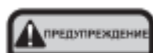

Рис. 1-13 Схема неправильного подъема и опускания из машины
- Только когда каток остановится, он может подниматься и опускаться. Возьмитесь за предусмотренные поручни и правильно поднимать и опускать машину через ножную педаль. Никогда не спрыгивайте с машины (Рис. 1-13) .